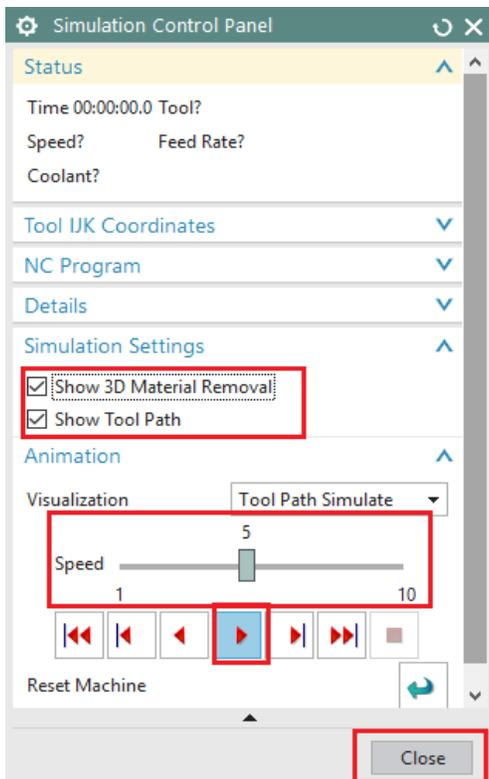

Figura 3.45 Simulation Settings/ Animation
- En la pestaña **Simulation Control Panel** (Figura 3.45):